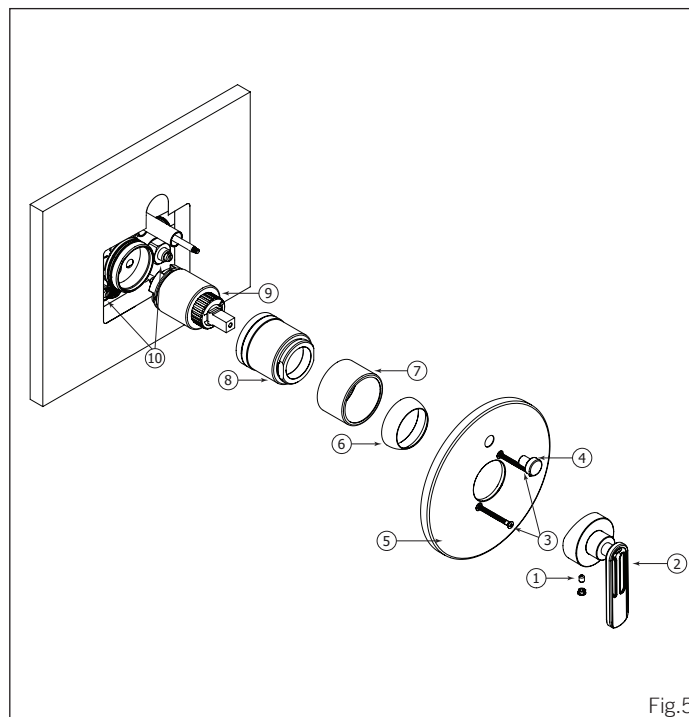

Fig.5
If necessary, shut off the main water supply, then remove all the components from (1) to (7) (Fig.5). Afterwards, shut off the 2 check valves (10) by turning them clockwise with a screwdriver. Unscrew the cartridge holder (8) and remove the cartridge (9) (Fig. 5).
Si nécessaire, fermer l'alimentation d'eau principale et démonter toutes les composantes de (1) à (7) (Fig.5). Ensuite, fermer les deux valves d'arrêt (10) en les tournant dans le sens des aiguilles d'une montre avec un tournevis. Dévisser le manchon de valve (8) et enlever la cartouche (9) (Fig.5).